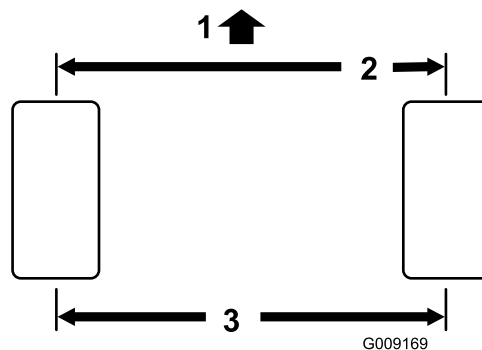

Рисунок 61
1. Измерьте межцентровое расстояние (на высоте моста) на передней и задней стороне рулевых колес (**Рисунок 61**).